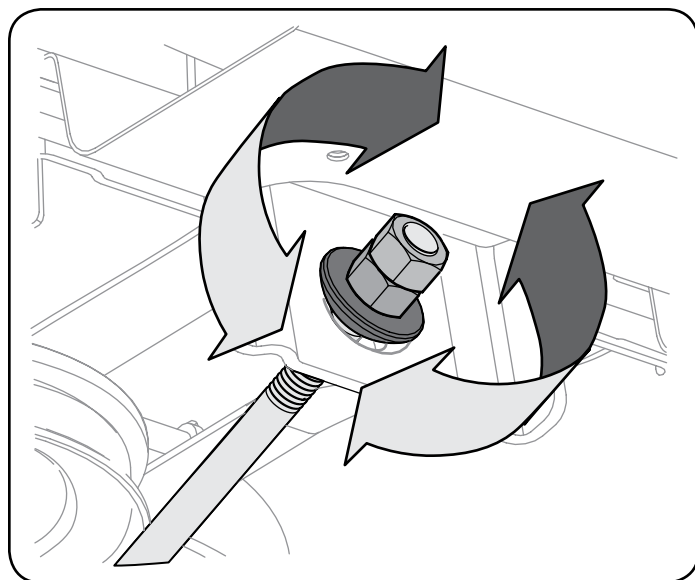

Figura 23
4. Para elevar el frente de la plataforma, afloje la tuerca exterior y apriete (rosca hacia adentro) la tuerca contra el soporte de suspensión delantera. Consulte la Figura 23. Cuando se logra el ajuste correcto, vuelva a apretar la tuerca externa hasta 25-30 pies-libras.
5. Para bajar el frente de la plataforma, afloje la tuerca exterior y luego afloje (rosca hacia afuera) la tuerca, alejándola del soporte de suspensión delantera. Consulte la Figura 23. Cuando se logra el ajuste correcto, vuelva a apretar la tuerca externa.